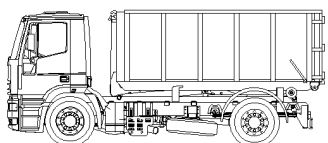

Bild Nr. 16
5.	Den Hakenarm in die Endlage einschieben (Bild Nr. 16, 17).
6.	Den Hakenarm in die Endlage einschieben (Bild Nr. 16, 17).